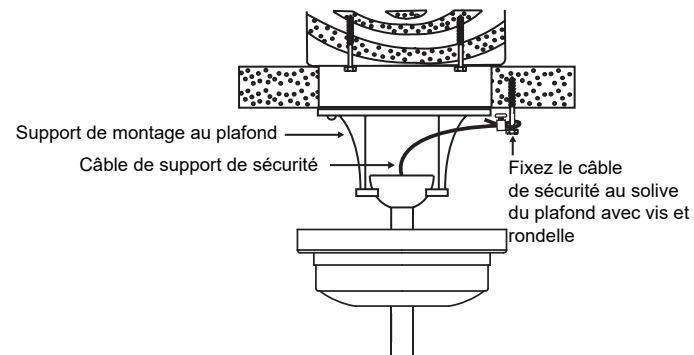

Fig. 10
Étape 1. Fixez la vis à bois et les rondelles fournies à la solive du plafond à côté du support de montage sans serrer. (**Fig. 10**)